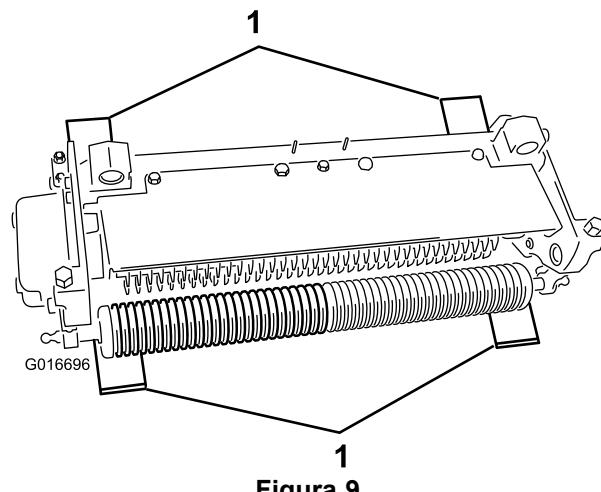

Figura 9
2. Posizionate le 4 barre di misura (alla profondità di penetrazione della lama sotto il terreno desiderata) sotto il rullo anteriore e il rullo posteriore del dispositivo anti-feltro (Figura 9).